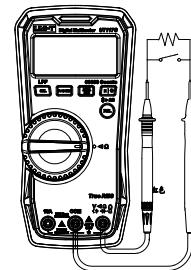

Figure 6
- 4) Sur la position ACV, appuyez longuement sur SEL pour activer la fonction filtre passe-bas(LPF). Le signal sinusoïdal composite généré par l'inverseur ou le moteur à fréquence variable peut être mesuré par la fonction filtre passe-bas, comme le montre la figure 6 ci-dessous. Appuyez longuement encore une fois sur SELECT pour quitter la fonction filtre passe-bas.